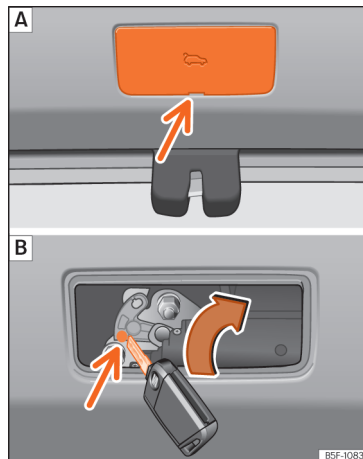

Fig. 107 Particolare del bagagliaio: sblocco di emergenza (modello Leon Sportourer ST).
- Togliere il coperchio inserendo un cacciavite nella fessura »» **fig. 107** **A**.
- Introdurre la chiave nel foro apposito e ruotarla nel senso della freccia fino a liberare il fermo »» **fig. 107** **B**.